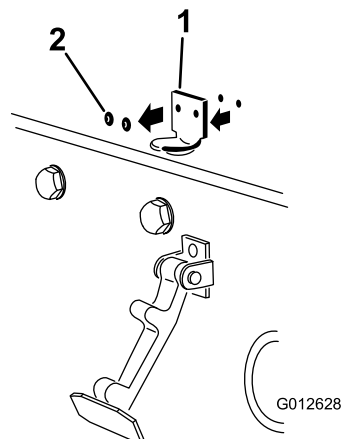

Figura 3
2. Retire os (2) rebites que prendem o suporte do trinco ao capot (Figura 3). Retire o suporte do trinco do capot.